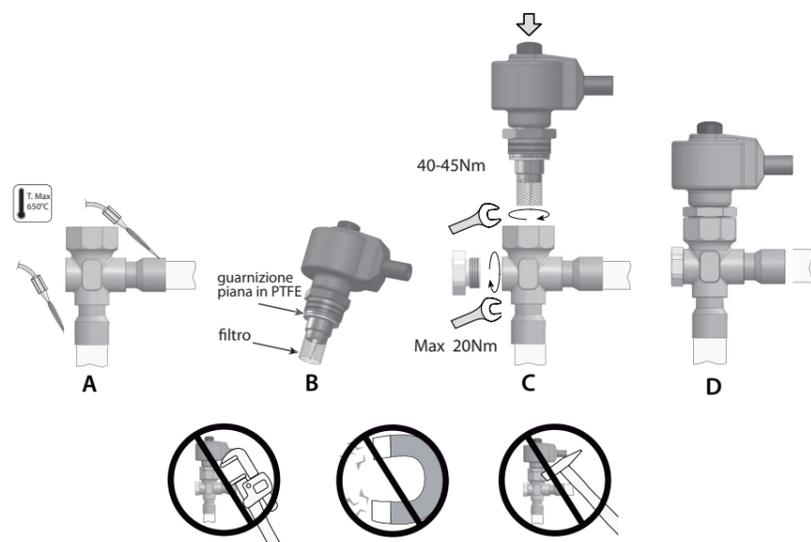

Fig. 2
Seguire la successione indicata in Fig. 2 procedendo in questo modo:
2. Procedere alla saldatura orientando la fiamma verso l'estremità dei raccordi come da fig. 2 A (per una migliore brasatura senza alterare la tenuta della zona di saldatura tra corpo e raccordi utilizzare lega con temperatura di fusione inferiore a 650 °C o con tenore di argento superiore del 25 %).
4. Verificare che la guarnizione piana in PTFE sia presente e posizionata in sede (Fig.2-B).
5. Verificare che il filtro in rete metallica sia inserito sulla boccola di ottone (Fig.2-B). In caso contrario, posizionarlo come in figura e portarlo in battuta. **Attenzione!** Utilizzare il filtro solo in mono-direzionale con ingresso del fluido dal raccordo laterale. In caso di utilizzo della valvola in direzione contraria, prevedere apposito filtro nel circuito, togliendo quello fornito.
Serrare la cartuccia portando la ghiera in battuta sul corpo valvola con una coppia di serraggio suggerita di 40-45 Nm (Fig. 2 C). Per favorire un più rapido assemblaggio della valvola, si consiglia di non smontare il motore dalla cartuccia.
The Unipolar E²V-S valves must be joined to the circuit by braze welding the copper fittings to the condenser outlet (IN) and evaporator inlet (OUT) pipes. Proceed as indicated in Fig. 2:
2. Weld by aiming the flame at the ends of the fittings as shown in Fig. 2-A (for better braze welding without affecting the seal of the welded area between the body and the fittings, use alloys with a fusion temperature less than 650 °C or with a silver content above 25%);
4. Make sure that the PTFE flat gasket is present in its seat (Fig. 2-B).
5. Make sure that the metal mesh filter is inserted on the brass bushing (Fig.2-B). Otherwise, position it as shown in the figure and make sure it's properly in place. **Warning!** Only use the one-way filter with fluid inlet from the connection side. If using the valve in the opposite direction, install a special filter in the circuit, removing the one supplied.
6. Tighten the steel cartridge in its threaded socket on the valve body using a 24 mm spanner. Tighten the cartridge on the valve body to a recommended tightening torque of 40-45 Nm (Fig. 2-D). For faster valve assembly, do not remove the motor from the cartridge. **Warning!** If the threaded rod comes completely out of the cartridge, proceed as follows: